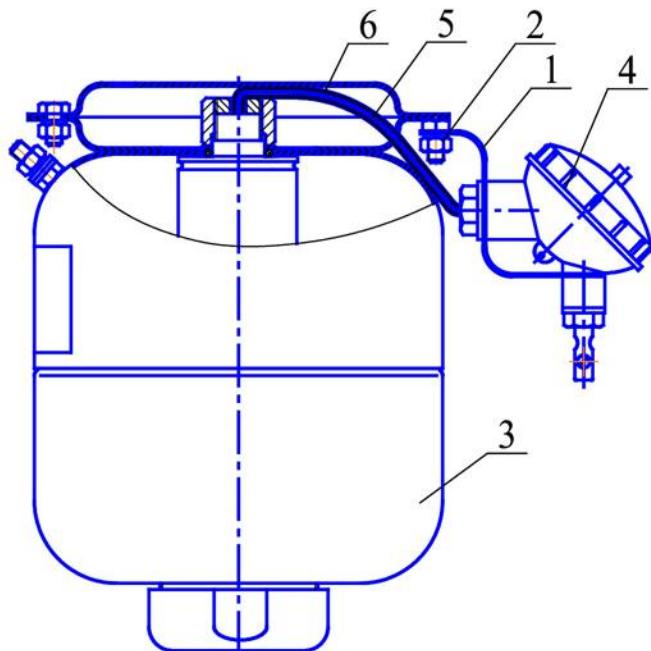

Рисунок 3
4.3.1.1 На кронштейне 1, закрепленным гайкой 2 на корпусе МПП 3 (см. рисунок 3), установлен электронный узел запуска (устройство пусковое температурное) 4. Вывода 5 элемента электропускового ИХГ, вставленные в трубку ПВХ 6, через гермоввод соединены с электронным узлом запуска 4.
6.4.2 Гайкой 2 (см. рисунок 3) закрепить на корпусе МПП кронштейн 1.
6.4.3 С корпуса 1 электронного узла запуска (см. рисунок 5) открутить крышку 2 и винт 3. Через отверстия винта 3, кронштейна 1 (см. рисунок 3) в гермовод электронного узла запуска ввести провода элемента электропускового ИХГ и при необходимости ШПС. Винтом 3 согласно рисунку 3 закрепить на кронштейне электронный узел запуска.